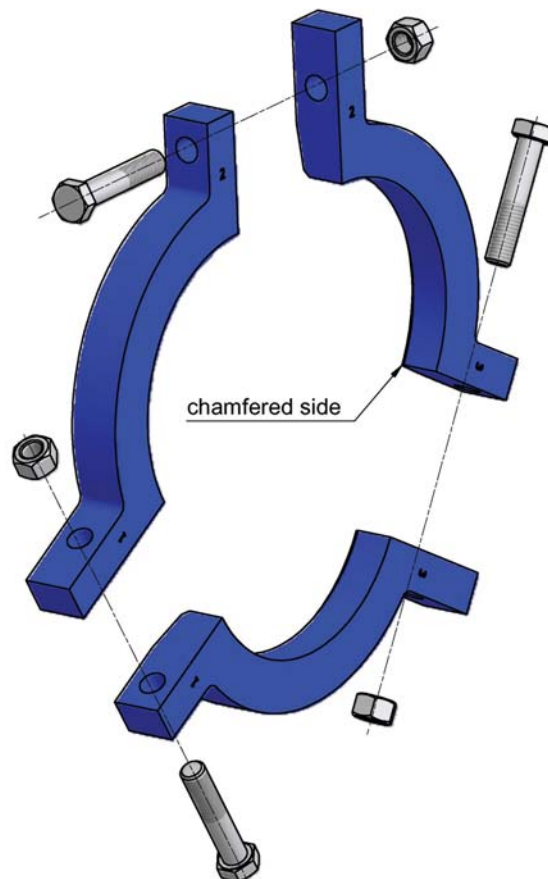

Figure 9 Anneau en trois pièces
1. Montez l'anneau en trois pièces (3PR, voir Figure 9) sur l'arbre de rouet entre le carter des roulements et la garniture mécanique.